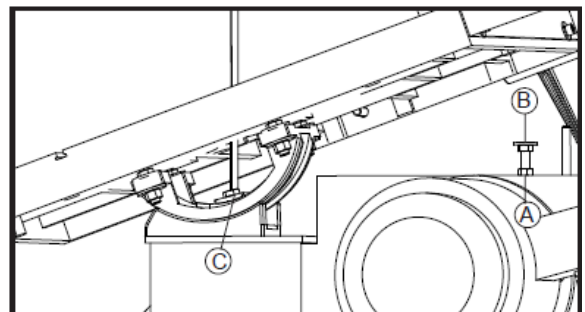

Fig.4.6
- Durch Lockern der Schraube (C) Fig. 4.6 kann der Arbeitstisch in den gewünschten Neigungswinkel geneigt werden.
- Mit der Einstellschraube (B) kann durch lösen der Kontermutter (A) die 0 Grad Einstellung genau justiert werden.